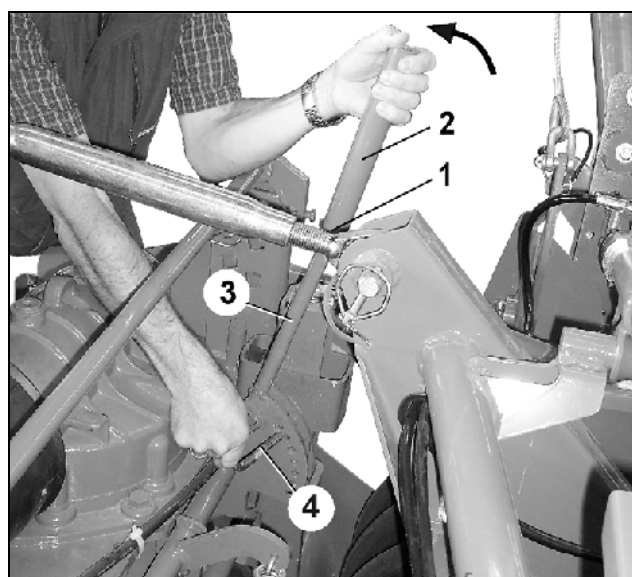

Fig. 105
- Aflojar pasador clavija (Fig. 105/1)
- Quitar prolongación (Fig. 105/2) de la palanca (Fig. 105/3)
- Girar la prolongación de palanca y fijarla con pasador clavija a la palanca (Fig. 105).
- Pasando pernos (Fig. 105/4) en el grupo de agujeros, ajustar la altura deseada del travesaño de nivelación.